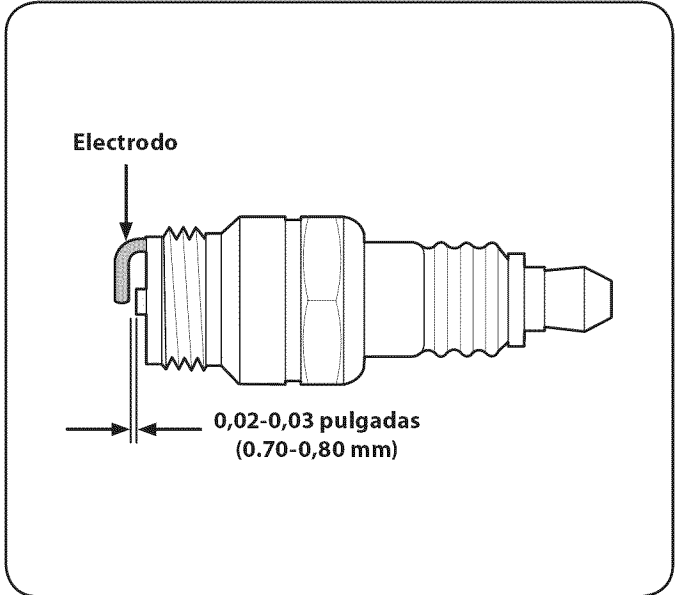

Figura 13
3. Mida la separación de bujía con un calibrador. Realice los ajustes necesarios torciendo el electrodo lateral, Figura 13. La separación debe ajustarse en 0,02-0,03 pulgadas (0,70-0,80 mm).